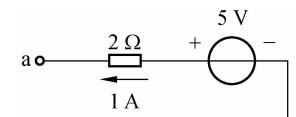

图1-12
14. 如图1-12所示,电路中a点的电位 $V_a=()$ 。